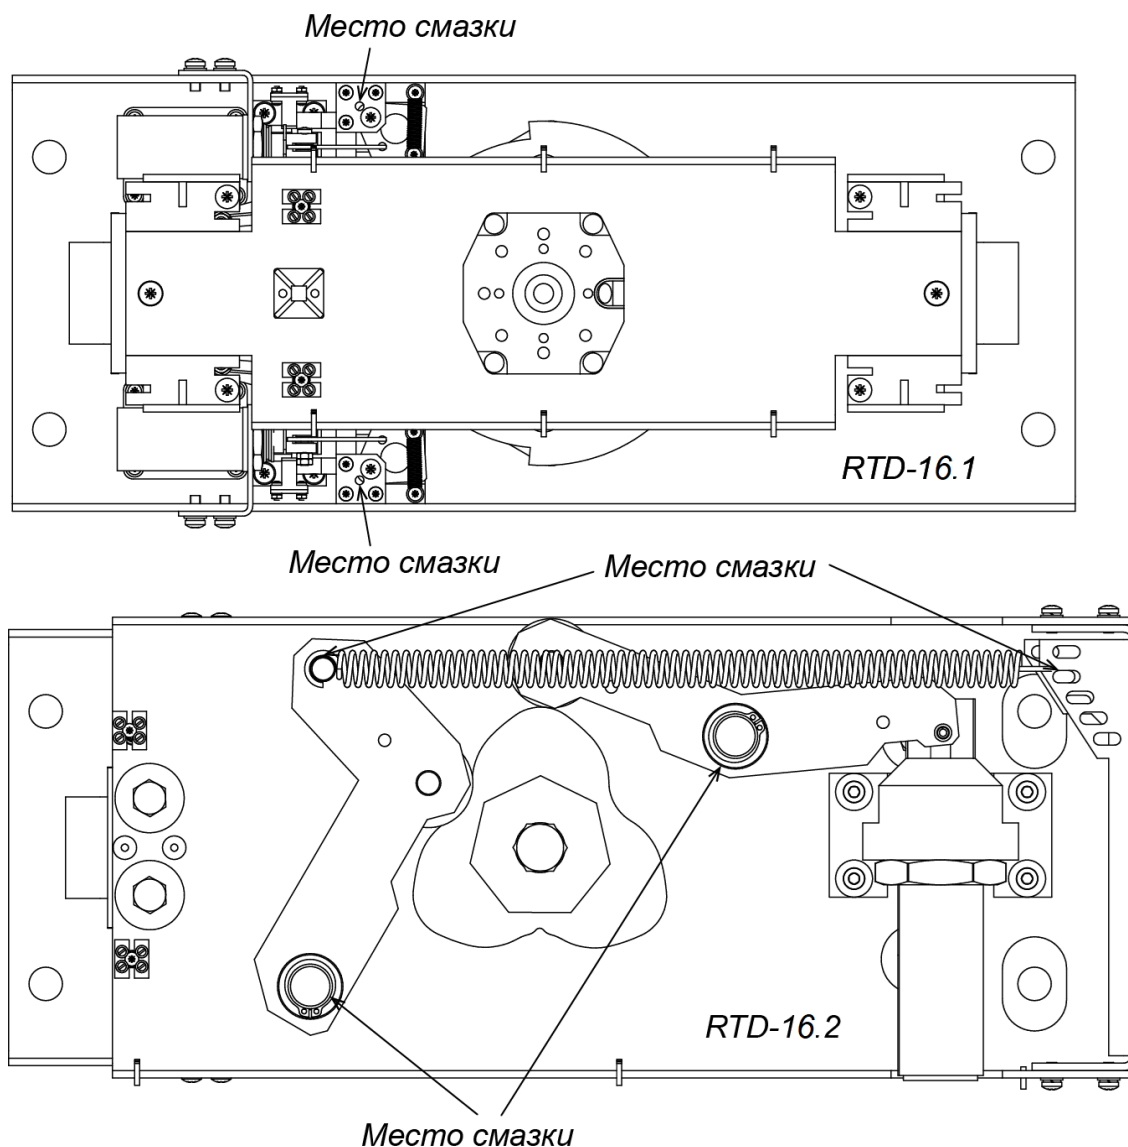

Рисунок 25. Вид сверху на исполнительный механизм, установленный в балке привода (8), с указанием мест смазки
2. Снимите крышку (9) с балки привода (8) (см. разд. 6).
6. Смажьте жидким машинным маслом типа И-20 детали исполнительного механизма в соответствии с рис. 25 (допускаются аэрозольные силиконовые смазки для низких температур).
10. Для обслуживания нижнего узла вращения (3) снимите ротор (работайте вдвоем!):